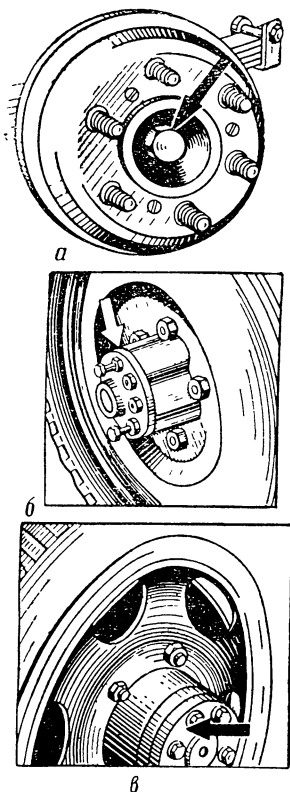

Рис. 35. Точки смазки, смазываемые смазкой УТВ (смазкой 1-13):
29 Через одно техническое обслуживание (10 000—12 000 км пробега) сменить смазку УТВ (смазку 1—13)** в подшипниках ступиц передних и задних колес (рис. 35).
- 1 Сменить смазку в ступицах передних и задних колес (рис. 35)